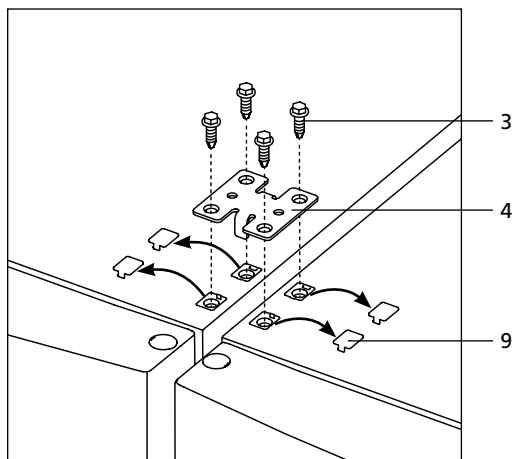

Figura 5
2.3.1 Pentru a instala bracketul 4 în conformitate cu figura 5:
- instalați bracketul 4 între dispozitive, așa cum se arată în figura 5 și fixați-l cu două șuruburi 3 pe unul dintre dispozitive folosind o cheie de 8 mm;